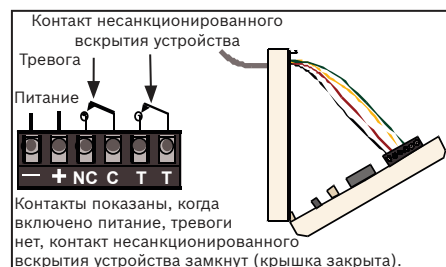

Рис. 4.1. Монтаж проводки датчика.
- Подключите датчик, как показано на Рис. 4.1. Оставьте запас кабеля, чтобы корпус можно было открыть для тестирования.